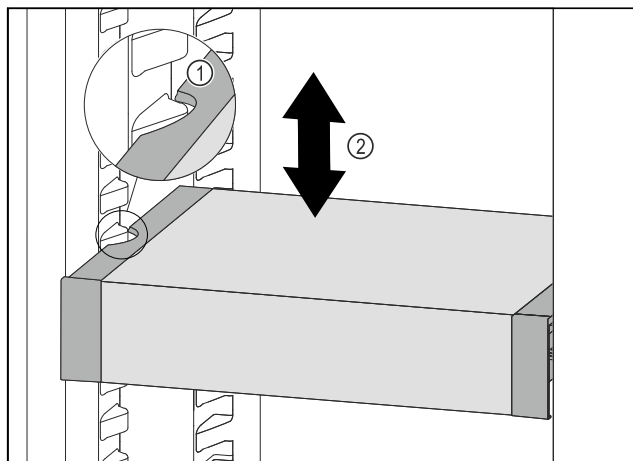

Fig. 204
- Потягнути VarioSafe вперед, поки бокові заглиблення VarioSafe не опиняться на рівні ребра для резервуара в охолоджувальному відділенні. Fig. 204 (1)
- Пересувайте VarioSafe вгору або вниз в охолоджувальному відділенні до тих пір, поки не досягнете бажаної висоти. Fig. 204 (2)